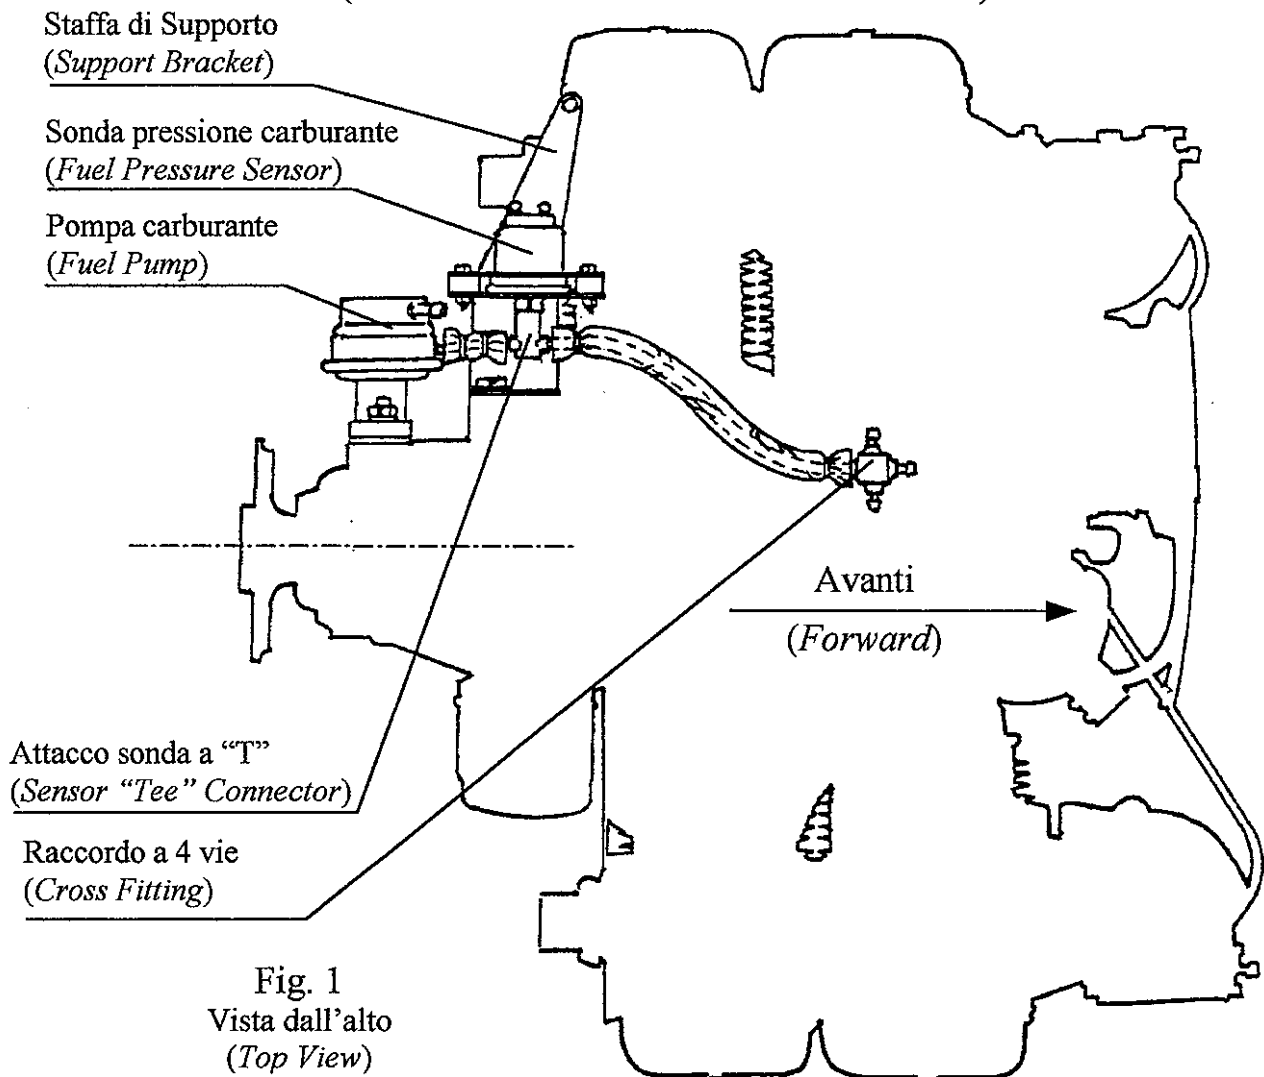
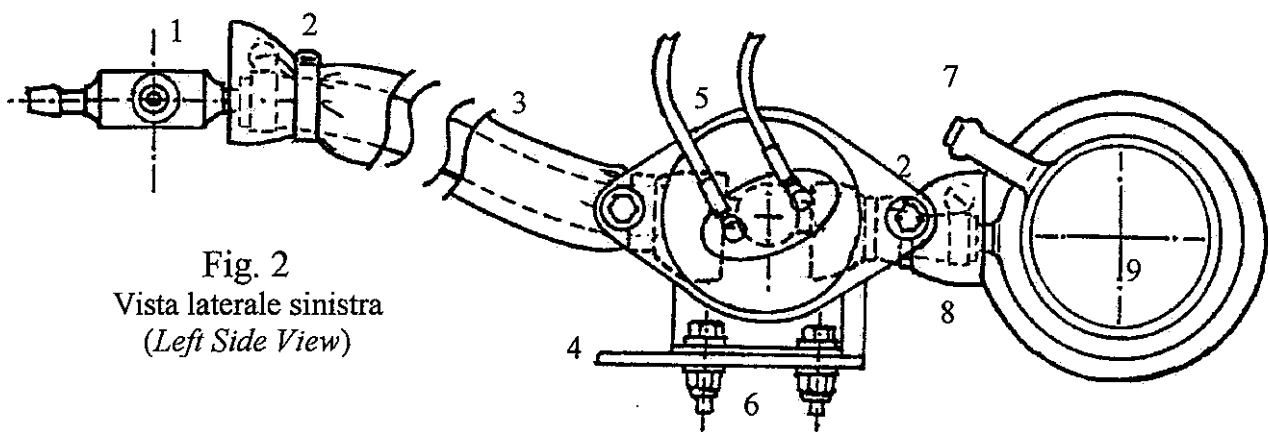
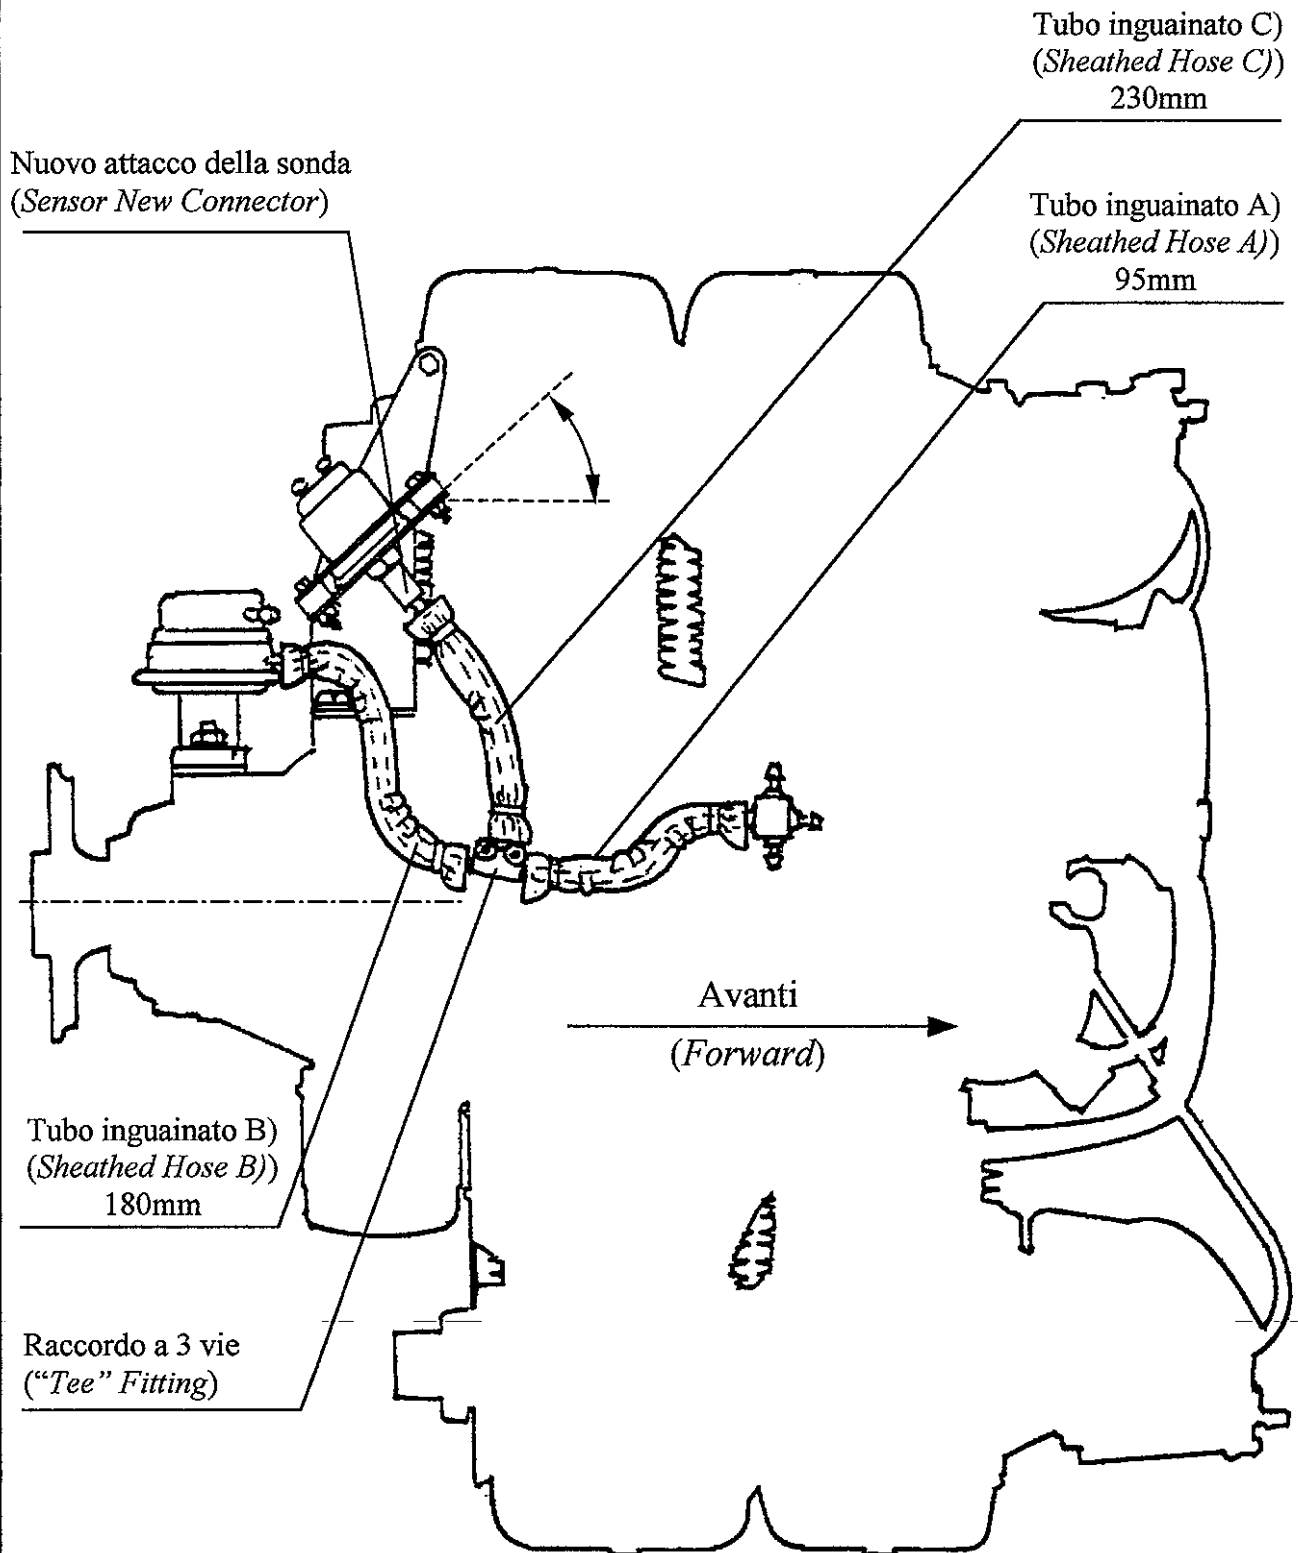

Fig. 1
Fig. 2
Fig. 3
L'analisi della linea di alimentazione motore del velivolo Sky Arrow da parte della Iniziative Industriali Italiane S.p.A. (di seguito chiamata 3I), ha condotto a determinare che l'attuale installazione della sonda di pressione carburante sui motori Rotax 912A può essere migliorata. Attualmente tale sonda è montata su apposito raccordo a "T" immediatamente a valle della pompa carburante (come indicato in fig. 1 e 2). Al fine di minimizzare le sollecitazioni sull'attacco della pompa carburante meccanica (linea di mandata), la 3I ha previsto un nuovo collegamento, meno rigido, fra pompa, sonda pressione carburante e raccordo a 4 vie (smistamento carburante ai 2 carburatori, vedi fig. 3, 4 e 6).
The analysis, accomplished by Iniziative Industriali Italiane S.p.A. (hereinafter called 3I), of the engine fuel supply line on the Sky Arrow aircraft has led to determine that the present installation of the fuel pressure sensor on Rotax 912A engines can be improved. At present time, this sensor is mounted on a dedicated "Tee" connector, beneath the fuel pump (as indicated in fig. 1 and 2). In order to minimize the stress on the connection of the mechanical fuel pump (supply line), 3I has designed a new connection, more flexible, between pump, fuel pressure sensor and "cross" fitting (fuel distribution to the 2 carburetors, see fig. 3, 4 and 6).
- 3) Rimuovere le fascette a nastro od il filo metallico di frenatura (componenti n°2 in fig. 2), delle guaine parafiamma dei tratti di linea di alimentazione rappresentati in fig. 1 usando delle pinze.
- 4) Allentare le fascette stringitubo dei sopraccitati segmenti di tubo evidenziati in fig. 1 e 2, utilizzando un cacciavite a taglio.
- 5) Rimuovere il tubo di collegamento e relativa guaina parafiamma (componente n° 3 in fig. 2) tra il raccordo a "T" della sonda di pressione e raccordo a 4 vie, facendo scolare in un recipiente l'eventuale carburante residuo.
- 6) Svitare i 2 bulloni autobloccanti di fissaggio del sostegno della sonda di pressione (vedi componente n° 6 di fig. 2) con una coppia di chiavi da 7 mm (far attenzione a non perdere le relative rondelle e non danneggiare le connessioni elettriche del sensore).
- 7) Rimuovere il tubo di collegamento e relativa guaina parafiamma (componente n°8 di fig. 2) fra raccordo a "T" della sonda pressione carburante e pompa meccanica.
- 9) Riposizionare la sonda di pressione orientandola così come indicato in fig. 3 e 6, allineando correttamente i fori del supporto con la opportuna coppia di fori della staffa (componenti n°11 e 17 in fig. 6).
- 3) *Remove the preformed clamps or the metal safety wire (components n°2 in fig. 2) securing the flameproof sheaths of the fuel supply line segments indicated in fig. 1, using pliers.*
- 4) *Ease the hose screw clamps of the above mentioned hose segments indicated in fig. 1 and 2, using a cut screwdriver.*
- 5) *Remove the hose and relevant flameproof sheath (component n° 3 in fig. 2) connecting the sensor "Tee" connector and the "cross" fitting, draining the possible residual fuel in a vessel.*
- 6) *Unscrew the 2 locknuts fixing the pressure sensor support (see component n° 6 in fig. 2) with a couple of 7mm wrenches (be careful not to loose the relevant washers and not to damage the sensor electric connections).*
- 7) *Remove the hose and relevant flameproof sheath (component n° 8 in fig. 2) connecting the sensor "Tee" connector and the mechanical fuel pump.*
- 9) *Relocate the fuel pressure sensor as indicated in fig. 3 and 6, correctly aligning the support holes with the proper couple of holes on the bracket (components n° 11 and 17 in fig. 6). [In the case that the bracket does not have the pair of holes necessary for the new sensor position: remove this bracket from the engine block, drill the holes as indicated in the scheme of fig. 7 (use \varnothing 4.5mm drill and sandpaper possible trimming) and install the bracket].*
- 11) Tagliare il tubo di gomma fornito con il presente S.B. in 3 pezzi di lunghezza rispettivamente: A) 95 mm, B) 180 mm, C) 230 mm. (Vedere fig. 3 e 4, componenti n° 5, 7 e 9 in fig. 6).
- 11) *Cut the rubber hose supplied with this S. B. in 3 pieces of appropriate length, respectively: A) 95mm (3.74"), B) 180mm (7.08"), C) 230mm (9.05"). See fig. 3, 4 and 6 (components n° 5, 7 and 9 in fig. 6).*
Legenda di Fig. 2 (*Legend of Fig. 2*)